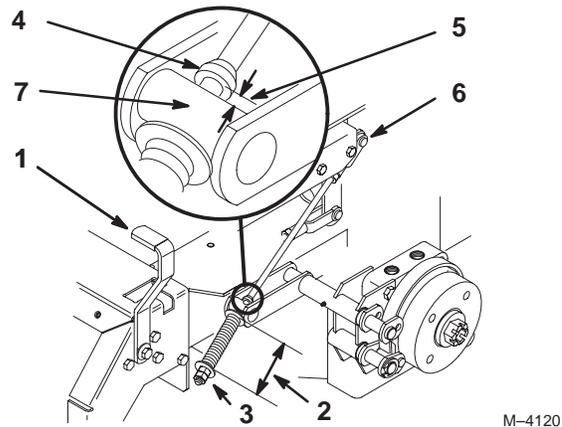

Figure 56
2. Mesurez la longueur du ressort. Les rondelles doivent être distantes de 74 mm (2-3/4") (Fig. 56).
3. Si un réglage est requis, desserrez l'écrou de blocage situé sous le ressort et serrez l'écrou directement au-dessous de la chape (Fig. 56). Vissez l'écrou jusqu'à ce que le ressort ait la longueur voulue. Serrez les deux écrous ensemble et répétez la procédure de l'autre côté de la machine.
6. Mesurez la distance entre le galet de tourillon et le collier sur la tige de frein. Elle doit être comprise entre 5 et 7 mm (3/16" et 1/4") (Fig. 56).
7. Si un réglage est requis, desserrez l'écrou de blocage situé juste au-dessous de la chape. Tournez les écrous de réglage inférieurs jusqu'à obtention de l'écart voulu (Fig. 56). Serrez l'écrou de blocage sur la chape.